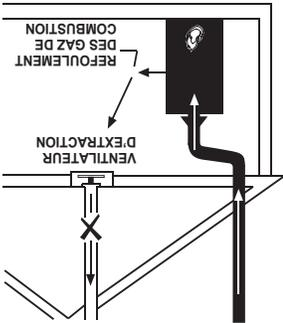

FIGURE 3
- Ne pas installer le chauffe-eau à proximité d'un appareil qui déplace de l'air. Le fonctionnement d'appareils déplaçant de l'air tels que les ventilateurs d'extraction, systèmes de ventilation, sècheuses, foyers, etc. peut perturber le fonctionnement du chauffe-eau. Une attention particulière doit être accordée aux conditions pouvant être créées par ces dispositifs. Le refluxement des gaz de combustion peut produire une augmentation du monoxyde de carbone à l'intérieur de l'habitation (Figure 3).